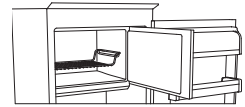
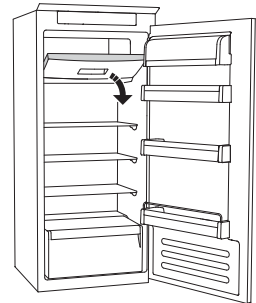

图1
图2
- 如有搁架，将食物置于搁架上（图1），或直接放于冷冻室的底部（图2）
- 将食物放于 **\*\*\*** 冷冻室中部，勿使其接触已经冷冻的食物，保持大约20毫米的距离（图1和图2）。
“止霜系统” (依型号而定) 有助于冷冻室的除霜。“止霜”配件 (图1) 用于收集冷冻室内形成的一部分霜, 可轻松取出和清洁, 因此减少了为冷冻室内除霜所需的时间。
- 打开冷冻室的门, 取出上部的抽屉 (图2)。